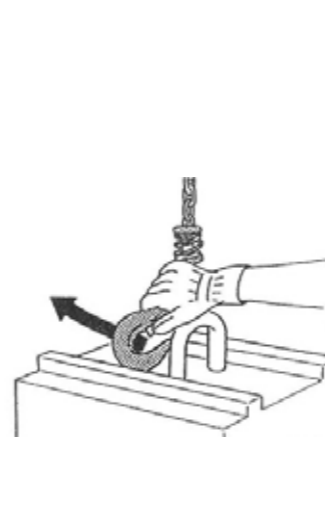

fig.108
- 12. Svincolare il gancio del paranco dal carico campione e allontanarlo dalla zona di carico. (fig.108)